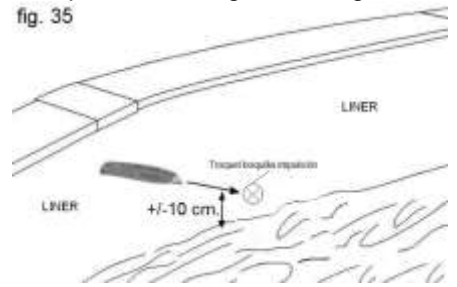

fig. 35
1) Una vez que el agua este a +/- 10 cm. (fig. 35), por debajo del borde inferior de la boquilla, marcar el orificio en el liner con un rotulador, con ayuda de una cuchilla, desde dentro de la piscina hacia fuera, cortar con cuidado y en forma de cruz el liner, sin rebasar el agujero troquelado.
2) En la boquilla de impulsión (A), se coloca la junta de goma (B) una vez colocadas las juntas se introduce en el agujero previamente cortado, desde dentro hacia fuera, cortar el trozo de liner que asoma por el exterior.
3) Colocar la junta de goma (C) por fuera de la piscina, colocar teflón en la rosca y apretar firmemente con la tuerca (D), colocar teflón e insertar la manguera de retorno (E), que va desde la toma de salida del depurador hasta la boquilla de impulsión (A) y sujetarla con la abrazadera (H).